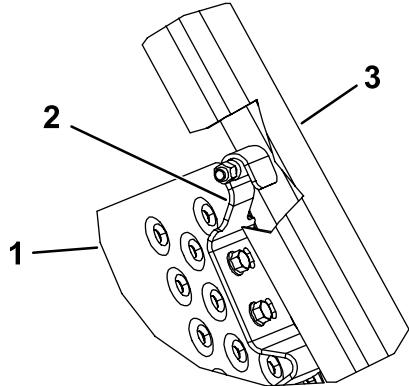

Рисунок 3
10. Установите стопорные кронштейны на каждую сторону рампы так, чтобы эти кронштейны были совмещены с нижними частями погрузочной рампы, введите в зацепление с пальцами, имеющими покрытие, в погрузочных рампах и совместите с отверстиями в рампе (Рисунок 1 и Рисунок 3). Используйте только по 1 набору монтажных отверстий на каждый стопорный кронштейн.
11. Установите, не затягивая, каждый стопорный кронштейн на рампу с помощью винтов с фланцевыми головками (5/16-18 x 3/4 дюйма) и фланцевых гаек (Рисунок 1 и Рисунок 3).
12. Поднимите и заблокируйте рампу. Отрегулируйте стопорные кронштейны таким образом, чтобы они вошли в зацепление с пальцами, и затяните фланцевые винты и гайки (Рисунок 1 и Рисунок 3).